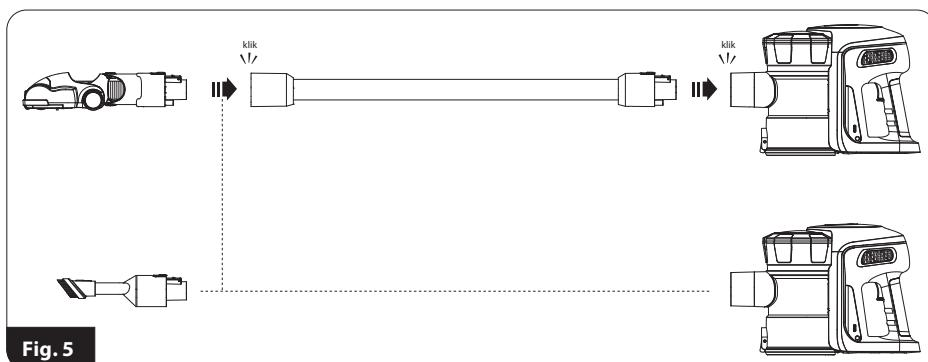

Fig.5
5. Collegare il tubo di aspirazione (17) o l'attrezzatura appropriata direttamente alla presa del tubo di aspirazione (16) (fig.5). È possibile rimuovere il tubo o l'attrezzatura solo premendo il pulsante di rilascio del blocco (18), (20) o (23).